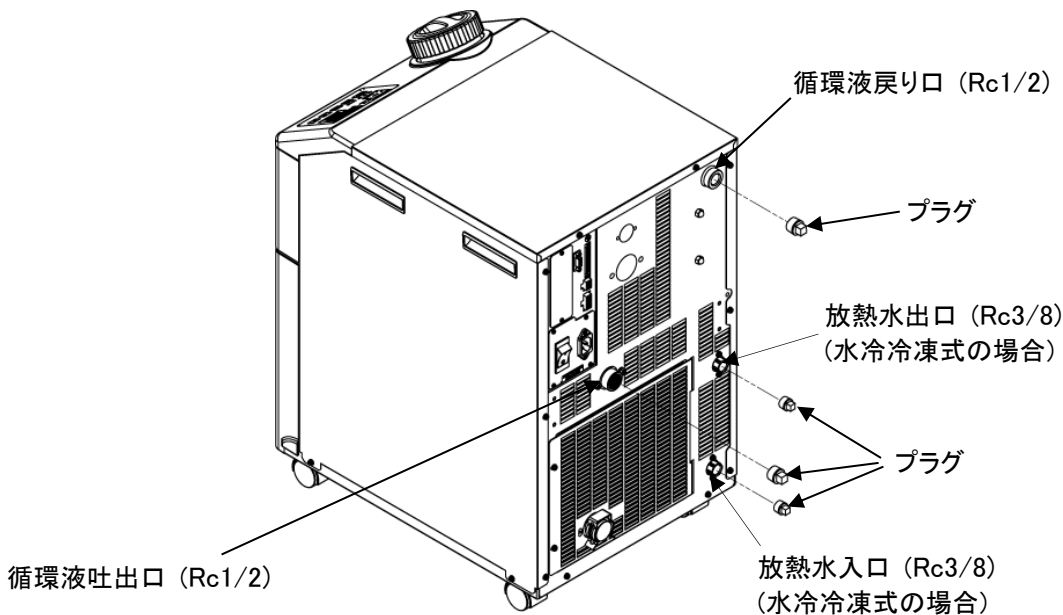

図 8.4-3 プラグの取付け
- 9. 図 8.4-3 プラグの取付けを参照し、本製品の循環液吐出口・戻り口にプラグ(Rc1/2)、放熱水出入口(水冷冷凍式の場合)にプラグ(Rc3/8)を取付けます。